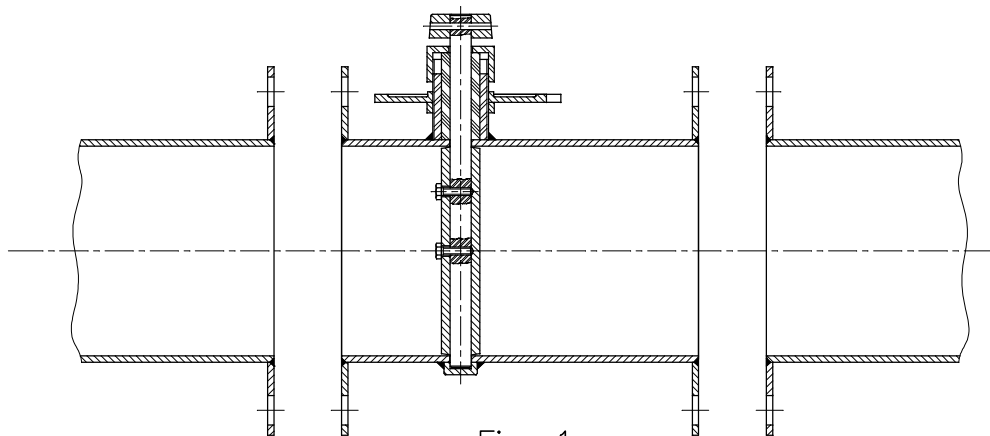

Fig. 1
- 3 – Verificar se os flanges estão paralelos e alinhados, e se a distância entre flanges é suficiente para a montagem (Fig. 1)